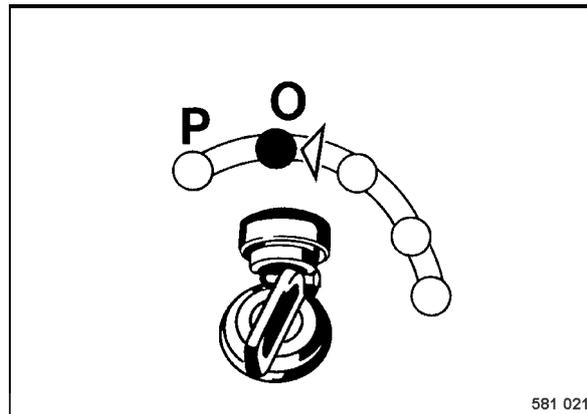

fig. 41
- Tourner la clé de contact (fig. 41) sur position "O" ou "P" puis retirer la clé.